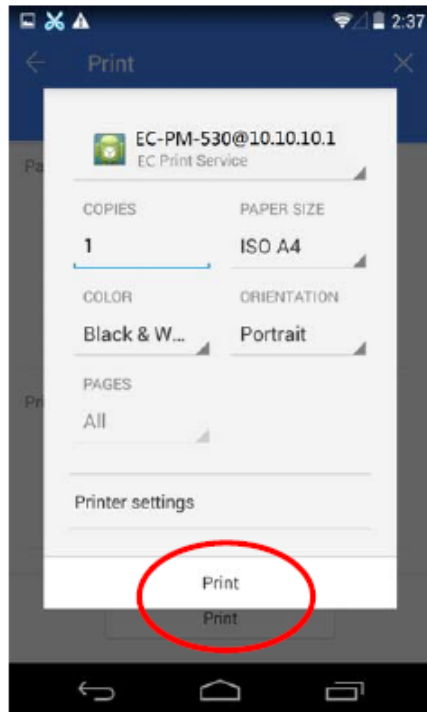

Figura 31
4.7 Asegúrese de que la impresora y los correspondientes parámetros de impresión sean correctos, haga click en “Print” (como se muestra en la Figura 31).